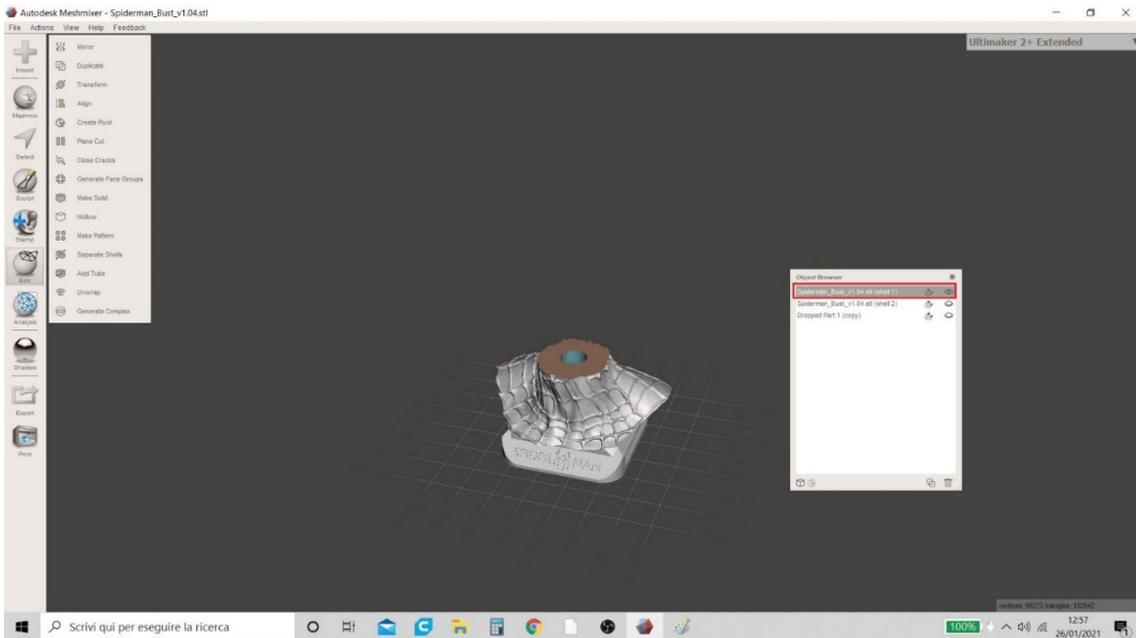

Figura 23 Meshmixer
16. El usuario puede proceder a guardar los archivos en formato . stl. Al hacer clic en el icono en forma de ojo en la tabla de resumen (como se muestra en la Figura 23 Meshmixer), el usuario puede optar por ocultar una o más piezas respectivamente para guardar los modelos por separado en diferentes formatos. Para proceder con el guardado, el modelo "Shell 1" se hace visible (y los demás están ocultos), haga clic en el menú "Exportar" en la parte inferior izquierda y luego seleccione el formato en el que prefiere guardar (".STL ")